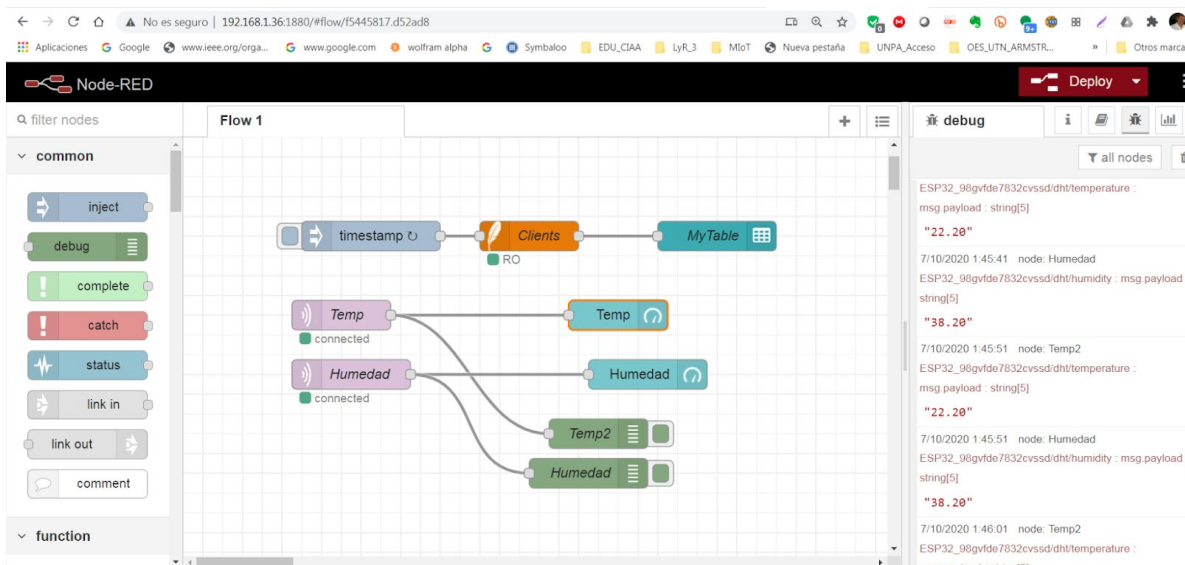

Figura 9 – Node Red con conexión via Mosquitto a la ESP32 desde VSC/PIO
4.2) Nodos agregados en node-RED: Se agregaron a los tres nodos por defecto (uno de ellos, MyTable, conectado a la base de datos laravel generada con fake names), dos nodos de Mqtt-in (Temp, y Humedad) y dos nodos de Gauges con los mismos nombres. Además dos nodos debug mas abajo que permite ver los datos (figura 9). El flow se ha exportado y está en [1] si se quiere replicar.